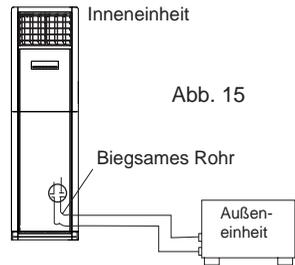

Abb. 15
1. Die Innen- und Außeneinheit haben ein erweitertes Anschlussstück. Die Kältemittelleitung verbindet die Inneneinheit mit der Außeneinheit (Abb. 15).